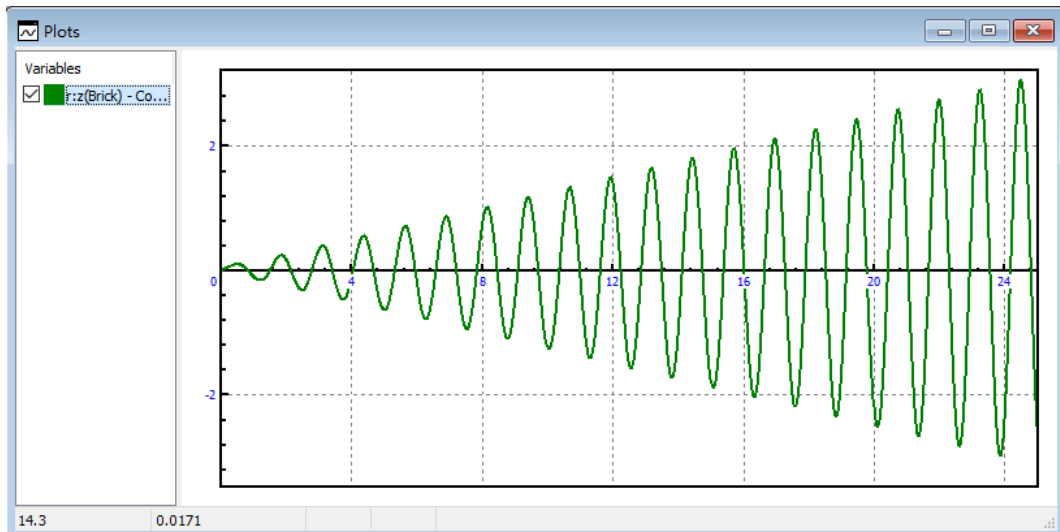

图 2.26 受迫振动：共振工况
3. 点击 **Integration** 开始仿真。正如我们期望的，当外部激励的频率与系统固有频率相等时，系统明显发生了共振现象，如图 2.26 所示。